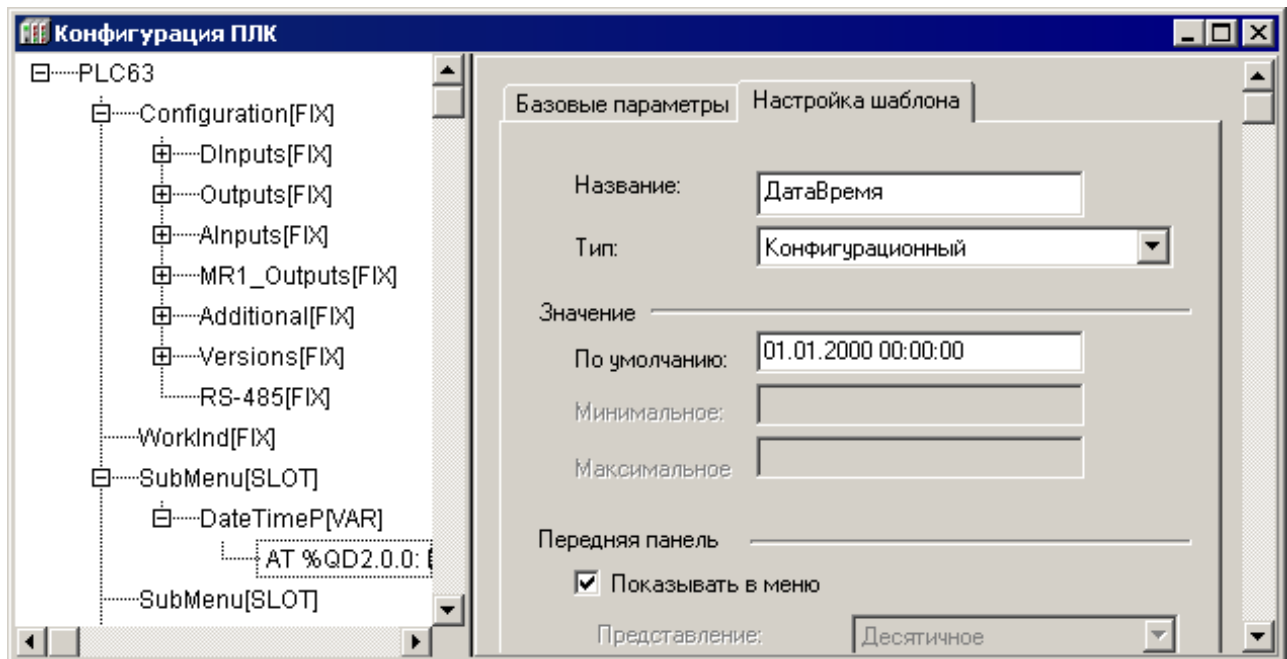

Рисунок 7.23 – Формат значения параметра «DateTImeP»
- «DateTimeP» – подэлемент, содержащий дату и время; имеет канал типа DWord, в котором хранится значение времени и даты в специальном формате. Значение параметра задается в формате ДД.ММ.ГГГГ ЧЧ:ММ:СС, см. рисунок 7.23. Максимальное и минимальное значение для данного параметра не устанавливается. Для преобразования данных подэлемента «DateTimeP» в стандартный формат используется специальная функция «DT_TO_SystemTimeDate» из библиотеки «Owen_fb», которая возвращает указатель на структуру «SystemTimeDate» из библиотеки «SYSLIBTIME». Для обратного